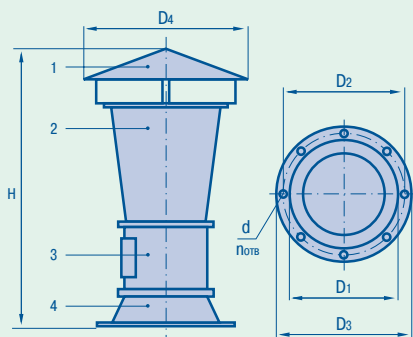

Рис. 5
Вентиляторы Аксипал крышные FTDA-RD и FTDE-RD (рис. 5) имеют в своём составе вентилятор Аксипал осевой FTDA или FTDE (3) соответственно. Дополнительно комплектуются диффузором (2), зонтом (1), а также опорным конусом (4).